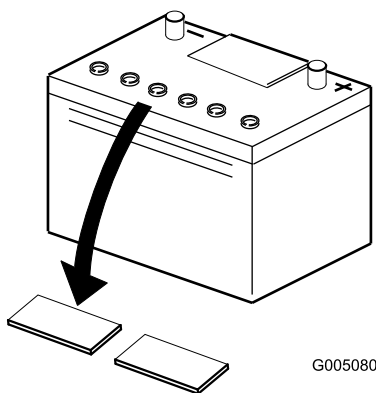

Figura 3
2. Pulite la parte superiore della batteria e togliete i tappi di sfiato (Figura 3).